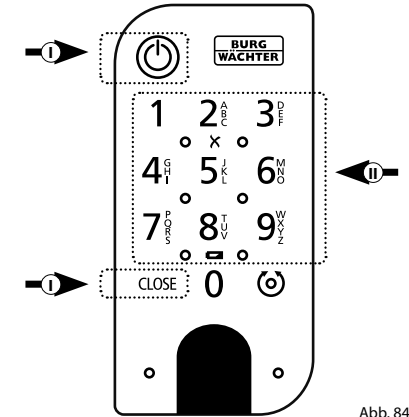

Abb. 84
- 1 Aktivieren Sie die Tastatur, indem Sie entweder die ON-Taste oder die CLOSE-Taste drücken (I) (Abb. 84).
- 2 Tippen Sie Ihren 6-stelligen Administratorcode oder Benutzercode ein (II) (Abb. 84).